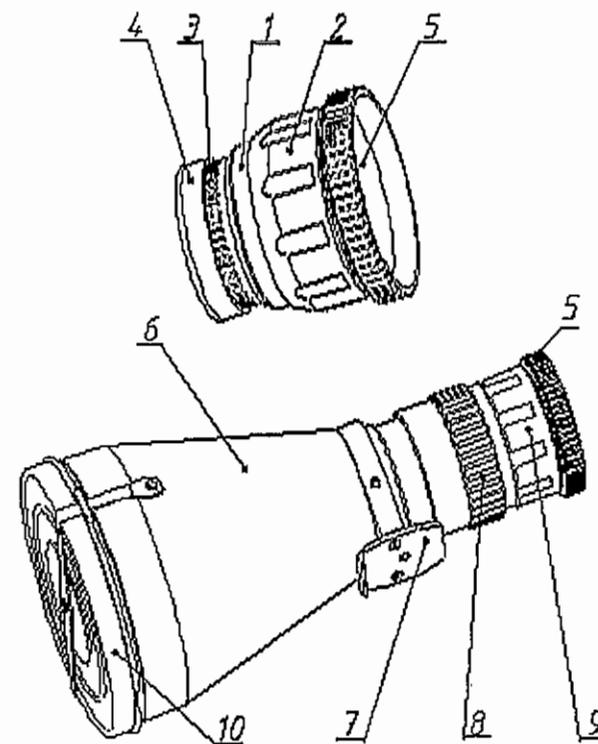

Рисунок 3- Внешний вид объективов F45 (изделие M624-01) и F300 (изделие M624-02)
2.2.10 Для работы изделия с объективом F45 (рисунок 3):
- отвернуть от объектива F45 (рисунок 3) защитную пробку 5;
- закрепить объектив F45 гайкой 2 (рисунок 3), завернув ее до упора.
При этом следует учитывать, что муфта 3 (рисунок 3), гайка 2 и крышка 4 объектива F45 имеют то же назначение, что и муфта 16 (рисунок 1-1), гайка 19 и крышка 18 объектива F100.
Изделие с объективом F45 (рисунок 3) можно установить на штатив в соответствии с 2.2.9.
Защитную пробку 5 (рисунок 3) установить на объектив F100 (рисунок 1-1), завернув ее до упора.
2.2.11 Для установки объектива F300 (рисунок 3) на изделие произвести действия, аналогичные описанным в 2.2.9, при этом учитывать, что муфта 8, гайка 9 и крышка 10 имеют то же назначение, что и муфта 16 (рисунок 1-1), гайка 19 и крышка 18 объектива F100.
Для установки изделия с объективом F300 (рисунок 3) на штатив 2 (рисунок 4) необходимо использовать основание 7 (рисунок 3) объектива. При креплении присоединительной площадки 3 (рисунок 4) штатива к основанию 7 (рисунок 3) объектива F300 её прямой край необходимо предварительно сориентировать относительно прямой боковой стенки-ограничителя посадочного места основания; они должны совпадать.
2.2.12 Снять изделие со штатива и сменить на нем объектив F300 (рисунок 3) на объектив F100 (рисунок 1-1). Вынуть аккумуляторную батарею из блока питания 12. Убрать изделие и батарею в соответствующие отсеки укладочного кейса.
Защитную пробку 5 (рисунок 3) установить на объектив F300, завернув ее до упора. Убрать объектив F300 (изделие М624-02) в кейс.
Для обнаружения, опознавания и документирования значительно удаленных объектов применить объектив F300 (рисунок 3).